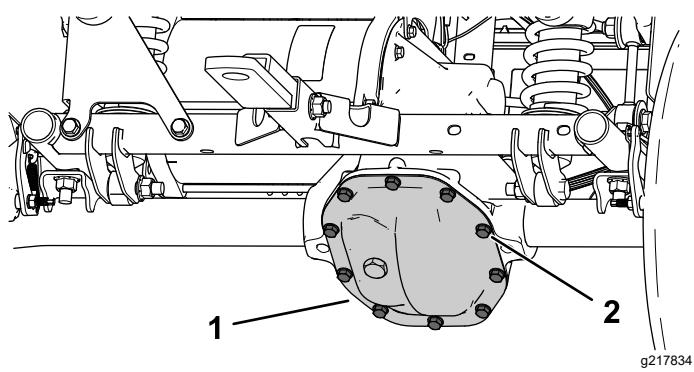

Figura 55
1. Allineate una bacinella di spurgo sotto la protezione del transaxle (Figura 55).
2. Rimuovete i bulloni dalla protezione del transaxle e spurgate completamente il fluido (Figura 55).